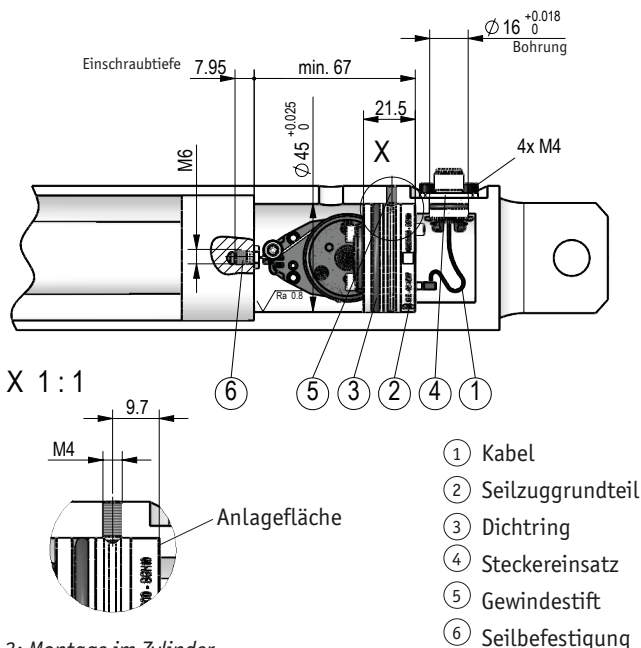

Abb. 3: Montage im Zylinder
Montage (Abb. 3):
1. Das Kabel ① (z.B. KV1H) ohne Flanschgehäuse am Seilzuggrundteil ② vom SGH10 einstecken. Das Kabel ① (z.B. KV1H) sollte beim Einbau in die Richtung des Kabelausganges vom Zylinderunterteil zeigen.
2. Der SGH10 wird mit eingefettetem Dichtring ③ vorsichtig in das Zylinderunterteil gepresst. Es muss darauf geachtet werden, dass der Steckereinsatz ④ und das Kabel nicht eingeklemmt werden, sondern das der Steckereinsatz durch den Steckerausgang am Zylinderunterteil nach außen gezogen wird. Der Steckereinsatz wird mit dem Flanschgehäuse incl. gefettetem O-Ring gefügt und 4x an der vorgesehenen Stelle verschraubt. Die Axialsicherung kann, wie in Abb. 3 dargestellt, mit einem Gewindestift ⑤ erfolgen. Den Gewindestift erst leicht anziehen (ca. 0.5Nm) und anschließend wieder ca. 0.5 Umdrehungen zurückdrehen.